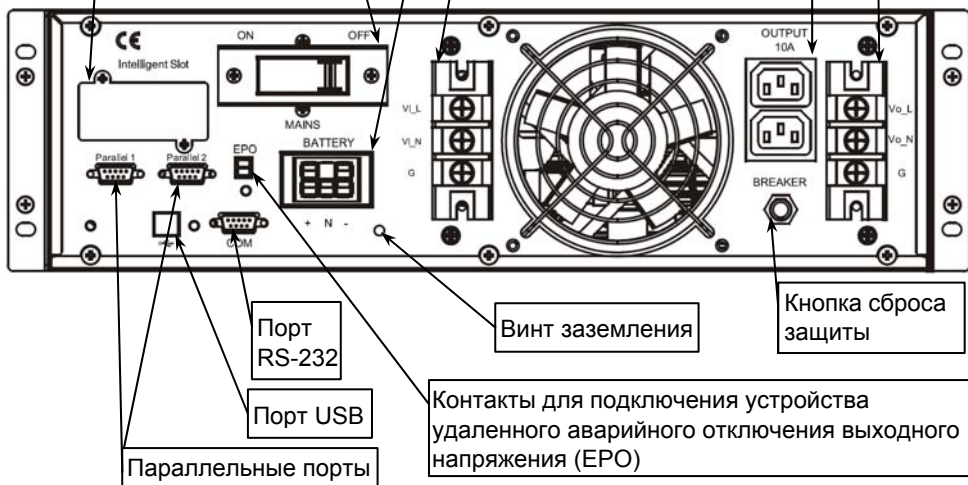

Рисунок 2 — Общий вид задней панели изделия со снятыми защитными крышками
**На задней панели изделия** расположены: входной и выходные разъемы, разъем для подключения внешней аккумуляторной батареи, кнопка сброса срабатывания защиты, вентилятор охлаждения и разъемы коммутационных портов (см. рисунок 2).